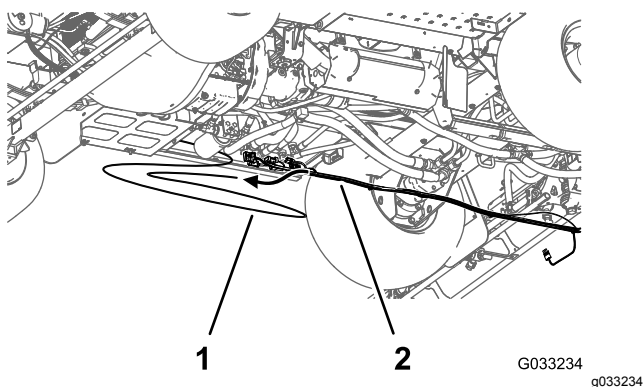

Figura 53
4. Rimuovete il tubo di rilevamento della pressione per il manometro del cruscotto dal cablaggio preassemblato posteriore della macchina (Figura 53).